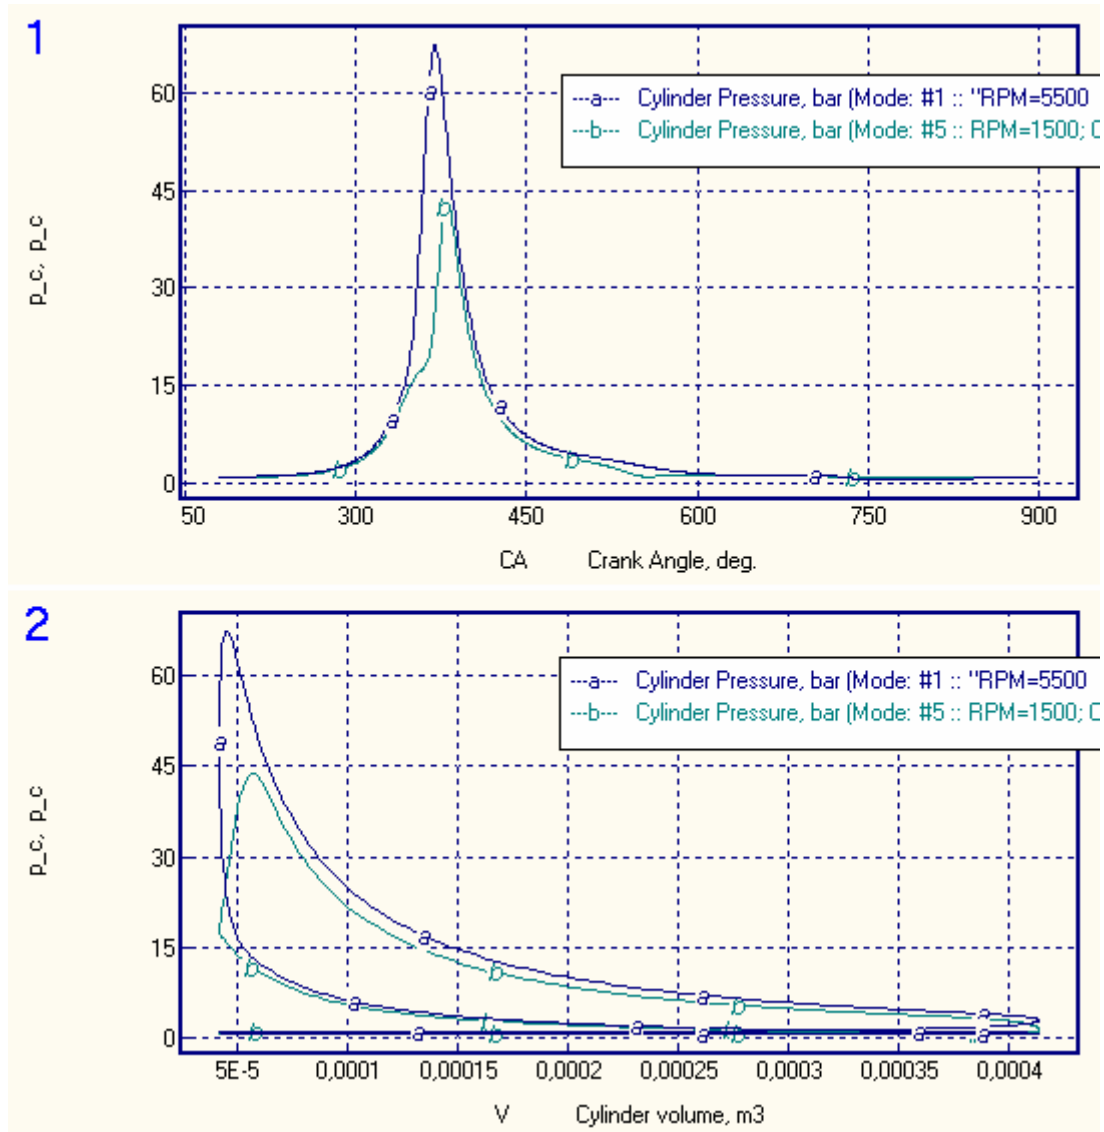

Рис. 9. Сопоставление диаграмм давления в цилиндре в функции угла поворота коленчатого вала и в функции от объема цилиндра
8. Рассчитайте отдельно рабочий процесс двигателя на режиме полной мощности (RPM=5500) и на режиме малой мощности (RPM=1500) с оптимальными фазами газораспределения и сравните между собой диаграммы давления в цилиндре в функции угла поворота коленчатого вала и в функции от объема цилиндра (рис. 9).